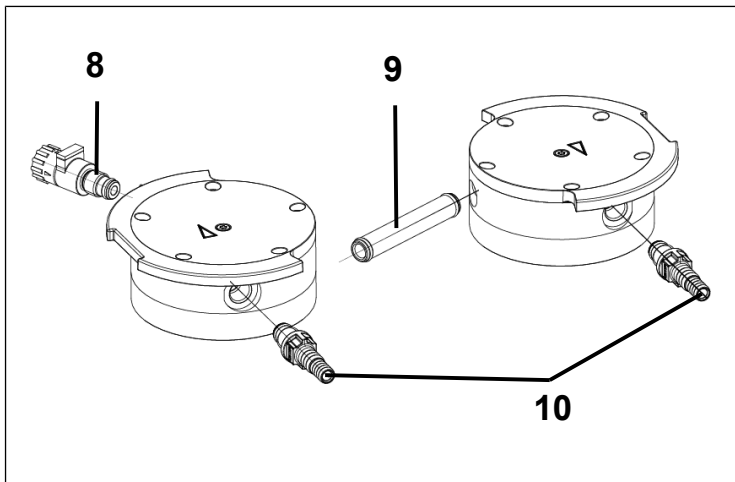

Fig.11: Sostituzione degli O-ring
1. Svitare i raccordi per tubi flessibili (Fig. 11/10) con l'attrezzo in dotazione e la valvola gas ballast (Fig. 11/8) dal coperchio della testa (3).
2. Estrarre il tubo di allacciamento (Fig. 11/9) dal coperchio della testa (3).
1. Allentare la vite (1) solo di una testa della pompa.
2. Rimuovere la piastra di spinta (2) ed il coperchio della testa (3) dalla piastra intermedia (5).
3. Rimuovere le piastre portavalvola/guarnizioni obsolete (4).
4. Pulire con cautela la piastra intermedia (5) (in presenza di depositi).
5. Introdurre le nuove piastre portavalvola/guarnizioni (4) nelle sedi corrispondenti della piastra intermedia (5).
7. Smaltire in modo opportuno la membrana (6), le piastre portavalvola/guarnizioni (4) sostituite.
8. Innestare il tubo di allacciamento (Fig. 11/9) nel coperchio della testa (3).
9. Avvitare la gas ballast (Fig. 11/8) nel coperchio della testa corrispondente (3) in modo che la superficie sia orientata verso l'alto.
1. Spingere completamente il bordo della membrana (6). Spingere la membrana (6) solo su una testa della pompa.
2. Applicare la piastra intermedia (5) con piastre portavalvola/guarnizioni (4) conformemente al tratto del pennarello sull'alloggiamento.
3. Applicare il coperchio testa (3) conformemente alla spina calibrata sulla piastra intermedia (5).
4. Applicare la piastra di spinta (2) conformemente al tratto del pennarello sul coperchio testa.
6. Serrare la vite (1) al centro della piastra di spinta (coppia di serraggio: 1 Nm).
8. Avvitare manualmente a fondo i raccordi per tubi flessibili (Fig. 11/10) con l'attrezzo in dotazione.